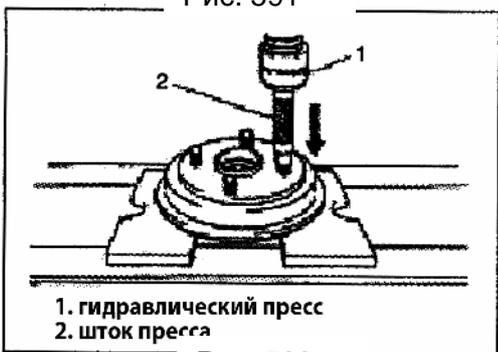

Рис. 592
- 3) Снимите болты колеса при помощи гидравлического прессы (Рис. 592).